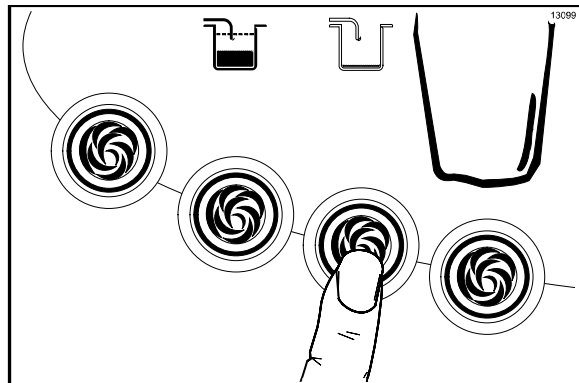

Figure 36
24. Appuyer sur le symbole du parfum de sirop correspondant . Le symbole de parfum doit être allumé et la pompe à sirop du parfum choisi commence alors à fonctionner à la vitesse maximale (Cf. Figure 36).